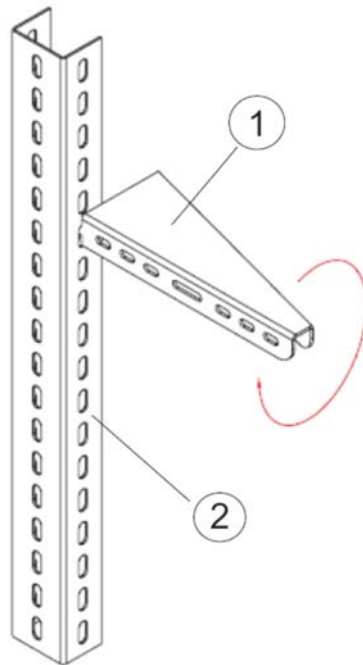

Рисунок 50
8.3.2 Вставить замок в паз перфорированного профиля (рисунок 50).
8.3.3 Повернуть кронштейн замковый на 90° по часовой стрелке так, чтобы замок был перпендикулярно пазу перфорированного профиля (рисунок 50).